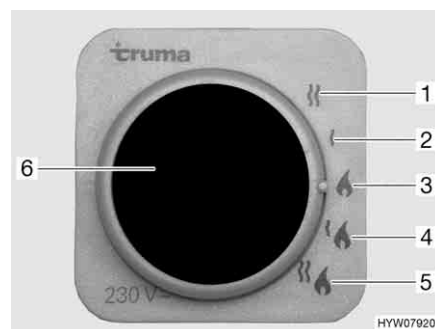

Fig. 165 Selettore di energia per riscaldamento/boiler
- Funzionamento a gas (Fig. 165,3)
- Funzionamento elettrico a 230 V con gradi di potenza da 900 W (Fig. 165,2) oppure 1800 W (Fig. 165,1)
- Funzionamento a gas e funzionamento elettrico a 230 V (funzionamento misto) con gradi di potenza da 900 W (Fig. 165,4) oppure 1800 W (Fig. 165,5)
Se viene selezionato il funzionamento elettrico a 230 V, la spia gialla di controllo si accende (Fig. 165,6).